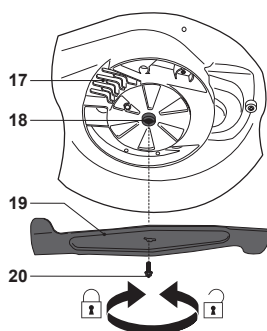

Fig. 25
- > Mantenha o fundo e o dispositivo de corte (19) limpos e sem detritos. Remova a relva cortada da conduta de descarga (22).
- > Verifique periodicamente todos os parafusos e porcas quanto a aperto antes do funcionamento. Após utilização prolongada, especialmente em condições de solo arenoso, o dispositivo de corte (19) fica gasto e perde parcialmente a forma original. A eficácia do corte fica reduzida e o dispositivo de corte (19) deve ser substituído.
- > Mantenha o dispositivo de corte (19) afiado para garantir um bom desempenho de corte. Substitua um dispositivo de corte gasto ou danificado por um novo do mesmo tipo, ou mande um especialista qualificado afiá-lo.
- > Afrouxe o parafuso (20) no sentido contrário ao dos ponteiros
do relógio com uma chave de 13 mm e remova-o juntamente com o dispositivo de corte (19) (Fig. 25).
- > Substitua o dispositivo de corte (19) por um novo do mesmo tipo.
- > Volte a instalar o dispositivo de corte (19) no fuso (18), preste atenção para corrigir o alinhamento. Aperte o parafuso (20) no sentido dos ponteiros do relógio com um mínimo de 50 Nm e um máximo de 60 Nm, para garantir o funcionamento seguro do produto.
- > Substitua este dispositivo de corte (19) após 50 horas de corte de relva ou ao fim de 2 anos, consoante o que ocorrer mais cedo, independentemente do estado em que se encontre. Se o dispositivo de corte estiver rachado ou danificado, substitua-o imediatamente por um novo.
- > Lubrifique o dispositivo de corte (19) após cada utilização para prolongar a vida útil do dispositivo de corte (19) e do próprio produto. Aplique óleo leve de máquinas ao longo da extremidade do dispositivo de corte (19).